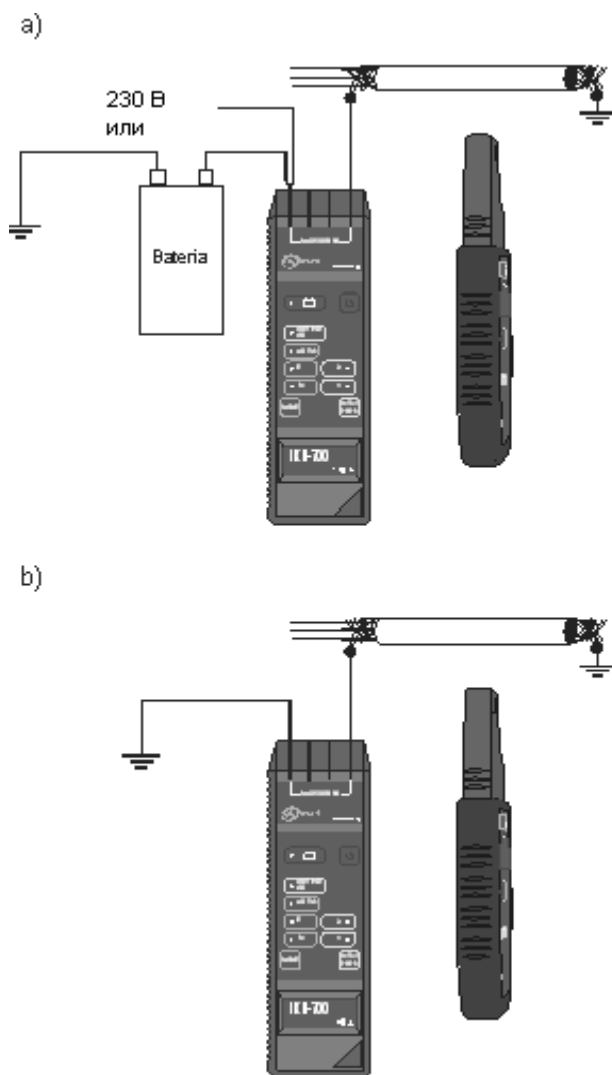

Рис.25 Отслеживание трассы экранированного кабеля:
- Соединить одно из гнезд **1**, **2** генератора к экрану кабеля, а второе – к заземлению или заземленному источнику питания постоянного или переменного тока (Рис.25);